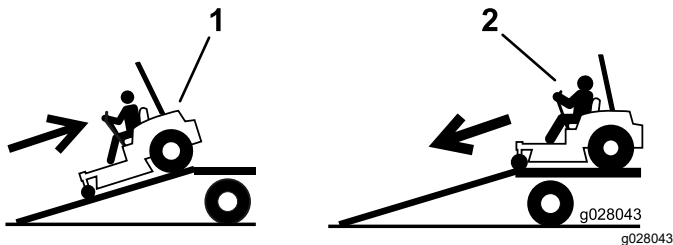

Figura 44
4. Suba la máquina por la rampa en marcha atrás (Figura 44).
2. Baje la máquina por la rampa conduciendo hacia adelante (Figura 44).